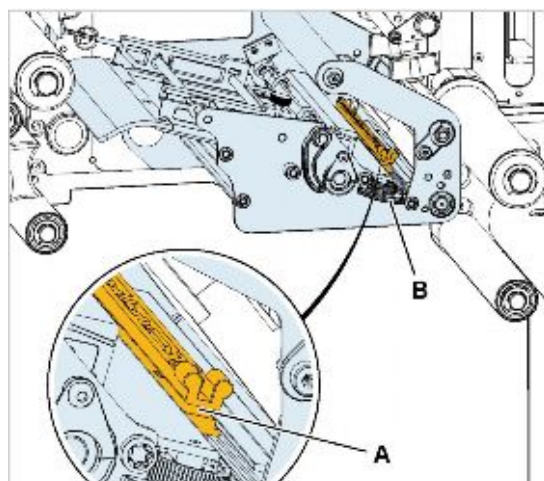

Рис. 19. Крепление (ручка) датчика (А)
6. Выпишите значение положения датчика, указанное на колесике-регуляторе (Рис. 19В).
8. Продуйте паз (Рис. 19А) на креплении датчика с помощью компрессора (можно дополнительной заказать баллончик со сжатым воздухом).